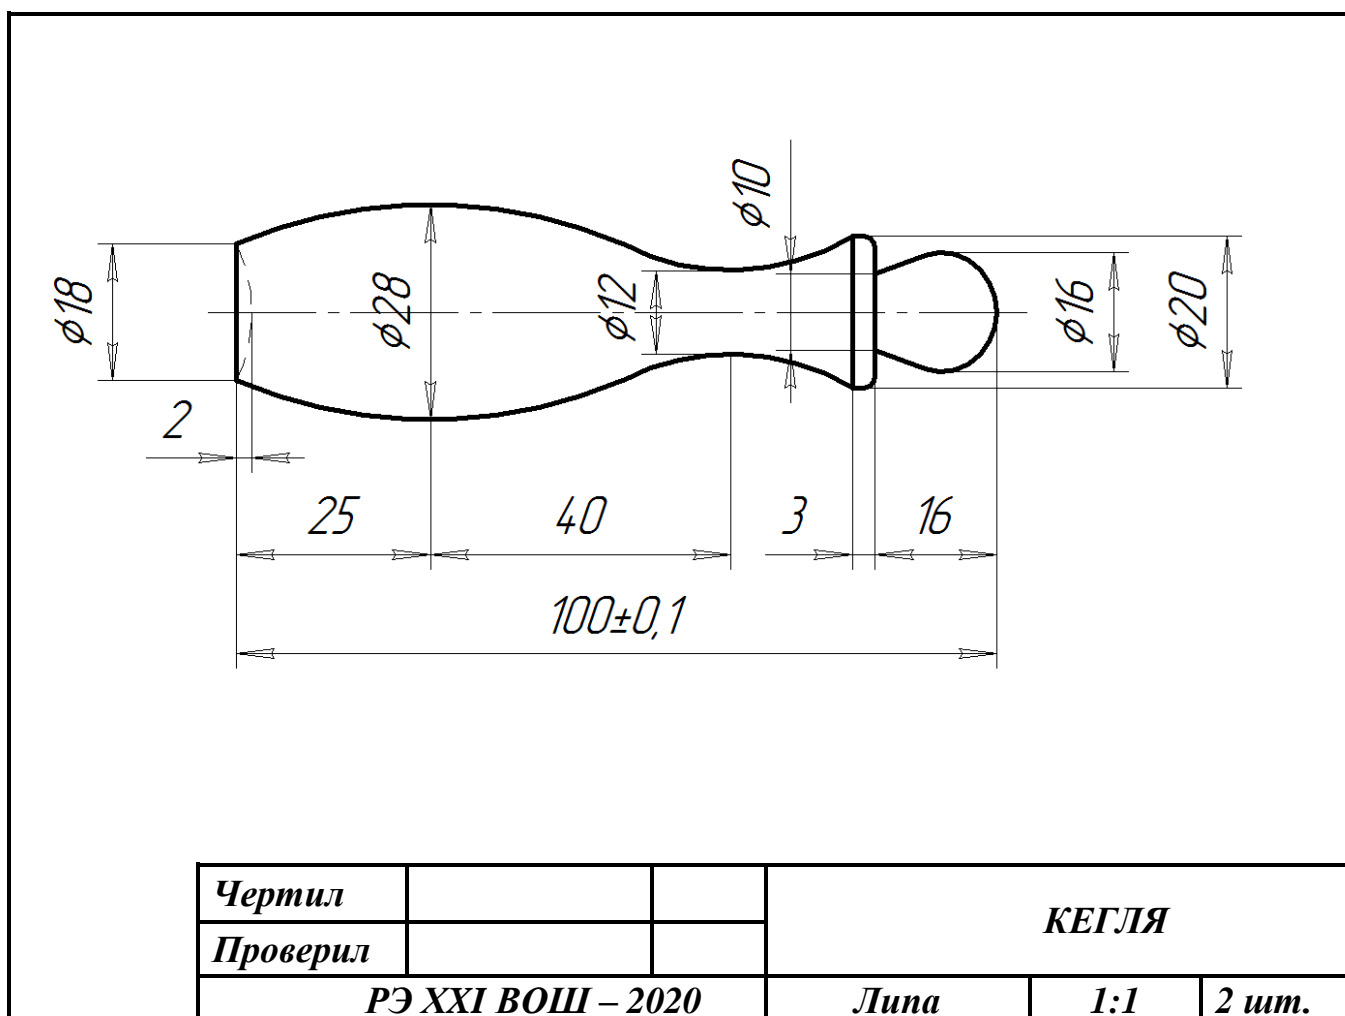

Рис. 1. Чертеж кегли
1. По чертежу с неполными данными выточить детские кегли (рис. 1).